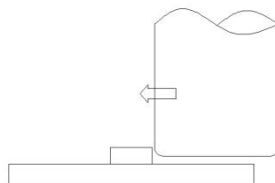

图 3
- 4) 请注意不要在开关的推杆上施加侧面按压力（静态/动态），特别是开关组装到产品上，如右图 3：